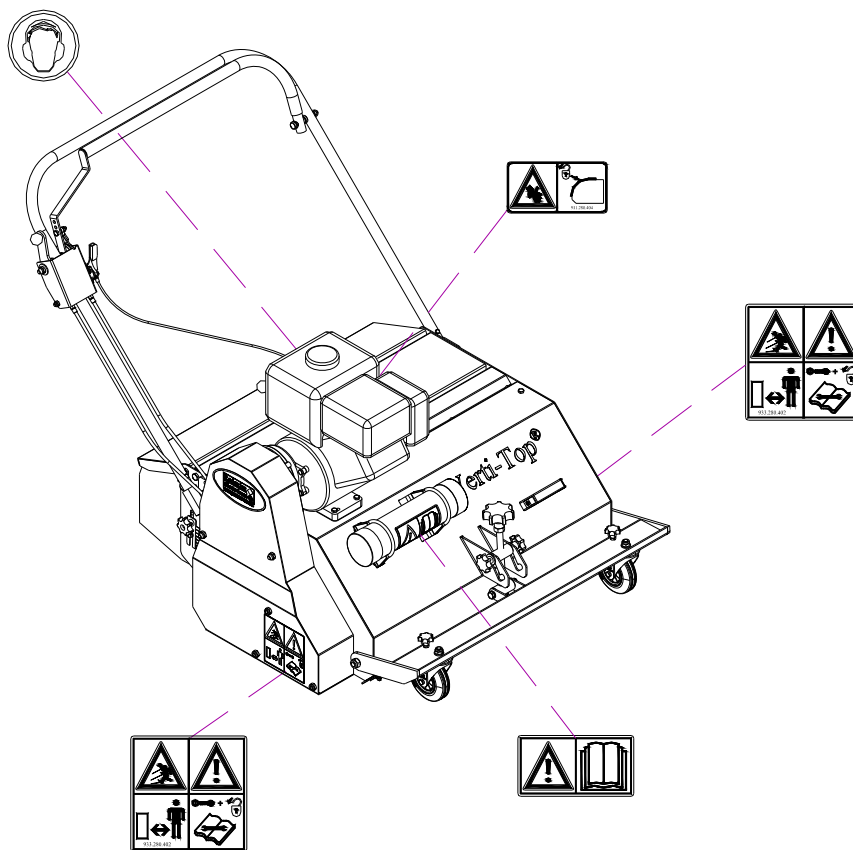

Fig. 8
De part et d'autre du Verti-Top Walk Behind se trouvent des autocollants de sécurité (Fig. 8) avec une signification concordante. Ces autocollants de sécurité doivent être toujours bien visibles et lisibles et doivent être remplacés lorsqu'ils sont endommagés.
(7) Emplacement des autocollants de sécurité. (Fig. 8)